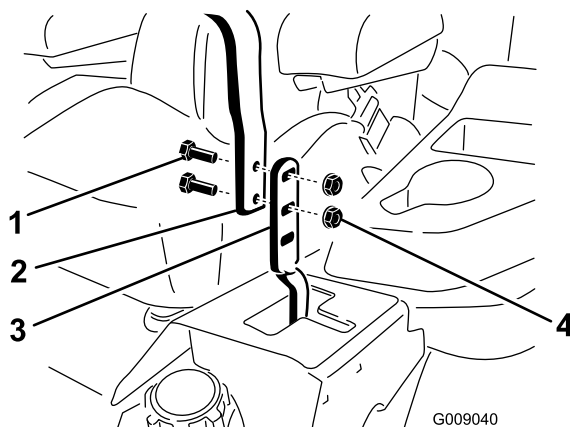

Figura 98
3. Afloje los pernos y las tuercas con arandela prensada de las palancas (Figura 98).